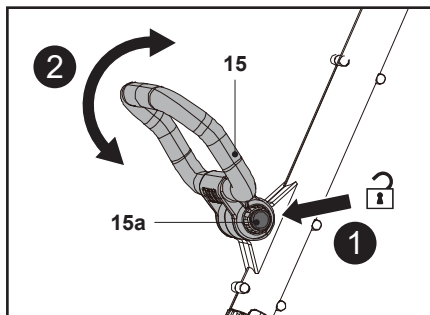

Fig. 4
1. Apasă în jos butonul de blocare (15a) și ține-l apăsat, apoi rotește mânerul auxiliar (15) în sus sau în jos pentru a regla unghiul (fig. 4).
2. Eliberează butonul de blocare (15a) și continuă să rabatezi mânerul auxiliar (15) până se blochează în poziție. Verifică dacă sistemul cu dinți s-a blocat în poziție.